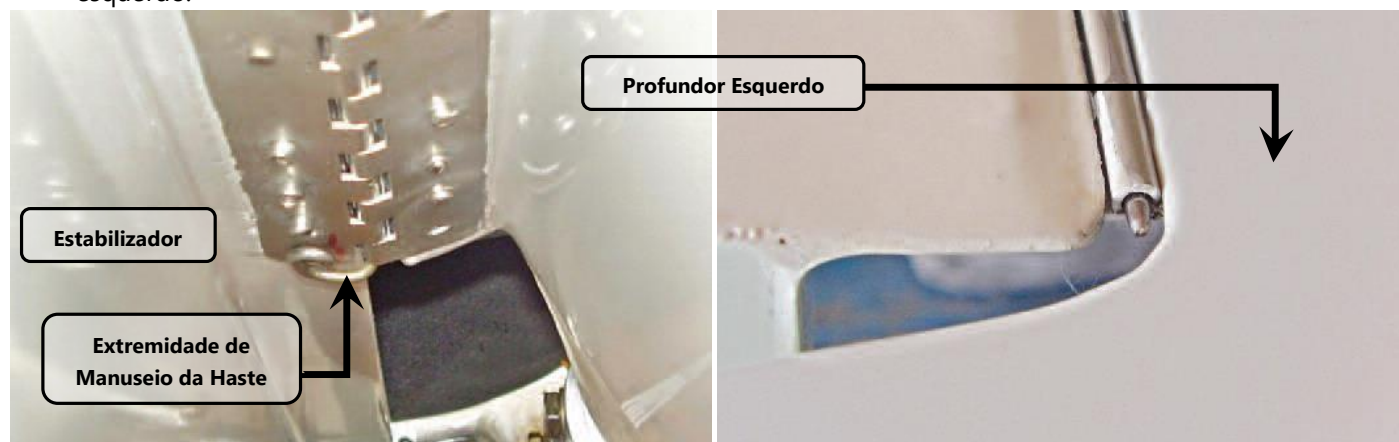

Figura 55.20.16 – Haste da dobradiça – extremidades.
10. Instalar a haste da dobradiça, ver figura 55.20.15. Este procedimento é semelhante ao mostrado na figura 55.20.8 e figura 55.20.9. É necessário que uma pessoa apóie o profundor, na posição de alinhamento das dobradiças, enquanto outra instala a haste, ver detalhes das extremidades da haste já instalada na figura 55.20.16.
A figura 55.20.16 mostra os detalhes das extremidades da haste instalada na dobradiça do profundor esquerdo.